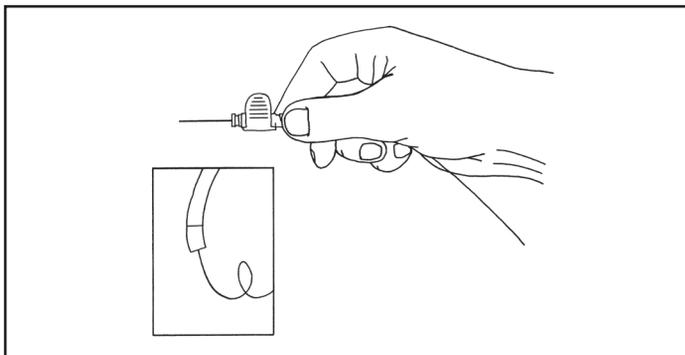

Figure 3.
Étape 2. En utilisant le dispositif de torsion wireClip™, faire tourner le guide d'un demi-tour dans le sens des aiguilles d'une montre (voir la figure 3).